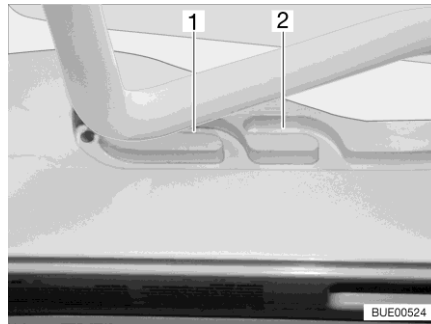
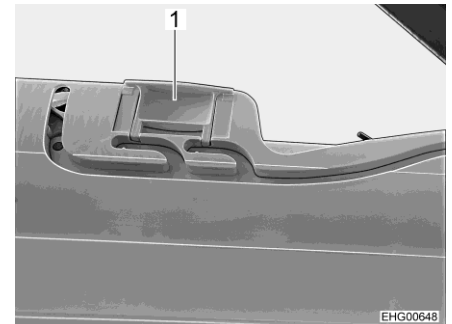

Bild 30 Spår (ventilationsläge)
Bild 31 Lås (ventilationsläge)
Heki-takluckan kan ställas i två ventilationslägen: Läget för dåligt väder (Bild 30,1) och mittläget (Bild 30,2). Beroende på modell kan takluckan låsas i mittläget med de båda spärrarna (Bild 31,1) till höger och vänster om ramen till takluckan.
- Tryck bygel lätt uppåt och skjut in den i det valda spåret (Bild 30,1 eller 2) och lås eventuellt.